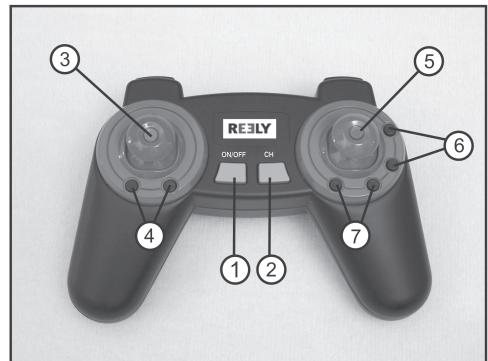

Bild 4
- Setzen Sie die Trimmungen am Sender auf „0“ zurück. Hierzu drücken Sie nacheinander gleichzeitig die beiden zusammengehörigen Trimmknöpfe für Gier, Nick und Roll (siehe auch Bild 4, Pos 4, 6 und 7) so lange, bis die Neutralisierung der Trimmung mit einem doppelten Tonsignal bestätigt wird.